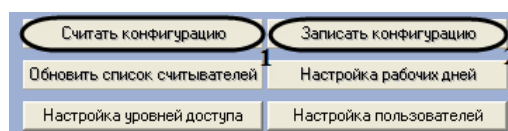

Рис. 3.3—12 Запись конфигурации в ППК Рубикон
2. Нажать кнопку **Считать конфигурацию** для считывания конфигурации устройств ППК Рубикон (см. Рис. 3.3—12, 1).
3. Нажать кнопку **Записать конфигурацию** для записи в устройства ОПС Рубикон конфигурации оборудования ОПС Рубикон в программном комплексе Интеллект (см. Рис. 3.3—12, 2)